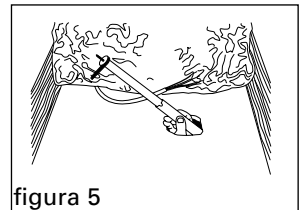
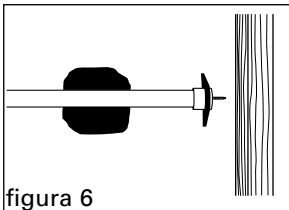

figura 5
figura 6
3. Entre el Saf-T-Brace® a través del hueco en el techo como se muestra (figura 5). Talvez sea necesario que entre el Saf-T-Brace® paralelo a la vigueta del techo y entonces dar vueltas perpendicular a la vigueta sobre la plancha de estuco. Una vez que Saf-T-Brace® esta en el atico y este parado en la plancha de estuco, el tubo exterior no debe estar posicionado sobre el hueco. Si no esta, gire la abrazadera 180 Grados. Centralize la abrazadera sobre el hueco en la plancha de estuco (figura 6).